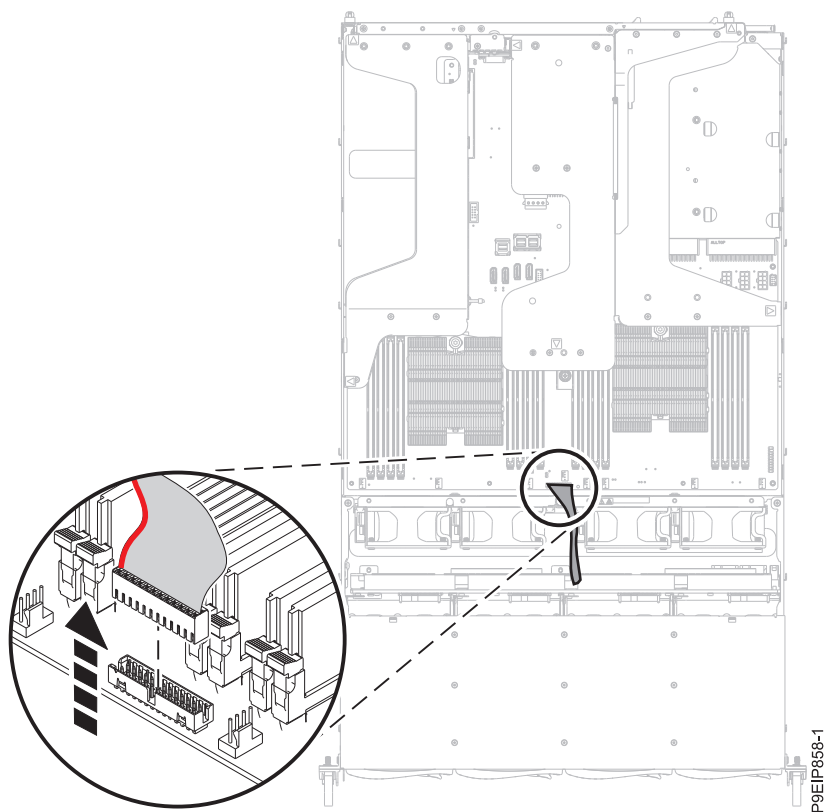

Figura 64. Removendo o cabo do painel do operador
7. Remova o cabo do painel do operador do painel traseiro do sistema conforme mostrado na Figura 64 na página 55.